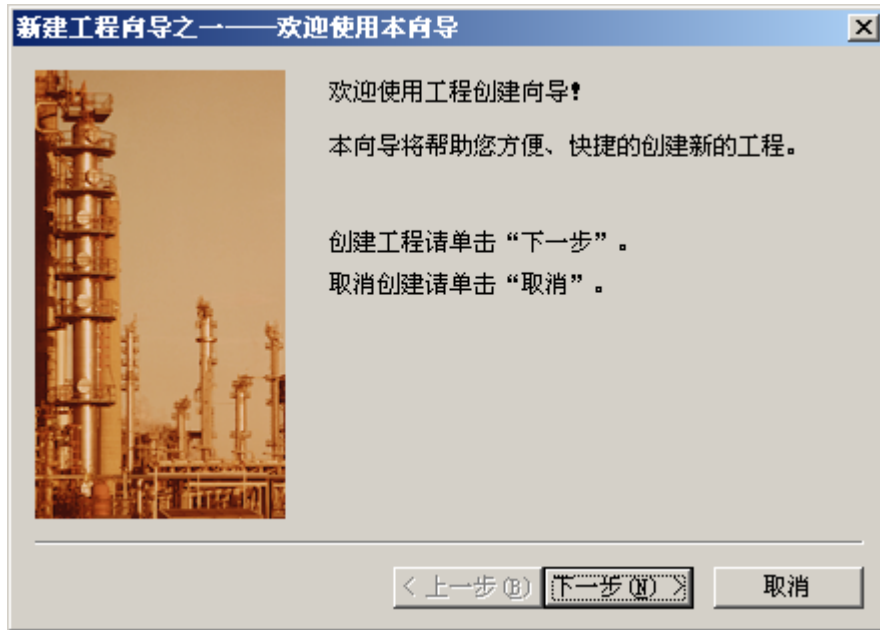

图 2-2 工程向导
(2) 在工程管理器中选择菜单“文件→新建工程”或单击快捷工具栏“新建”命令，出现“新建工程向导之一——欢迎使用本向导”对话框，如图 2-2 所示。